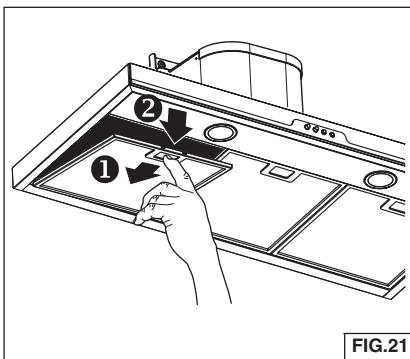

FIG.21
- Para retirar el filtro de GRASAS, presione la lengüeta del pestillo para desprender el filtro de la campana. Incline el filtro hacia abajo y retírelo. Fig. 21.
- Para instalar el filtro de GRASAS, alinee las lengüetas posteriores del filtro con las ranuras de la campana. Presione la lengüeta del pestillo, coloque el filtro en su posición y libérelo. Asegúrese de que el filtro quede bien conectado después de la instalación. Fig. 21.